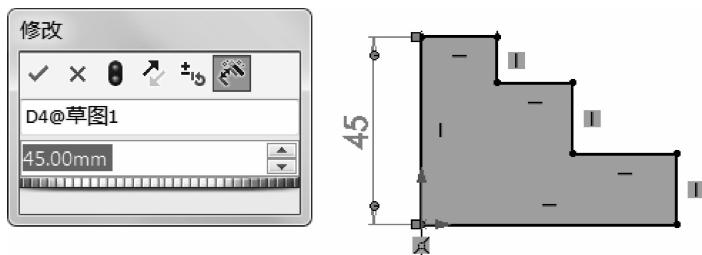

图 1-26 尺寸标注“45”的【修改】对话框
(4) 标注尺寸。
① 单击【智能尺寸】按钮，完成某个尺寸标注（如“45”）的同时弹出【修改】对话框，如图 1-26 所示。